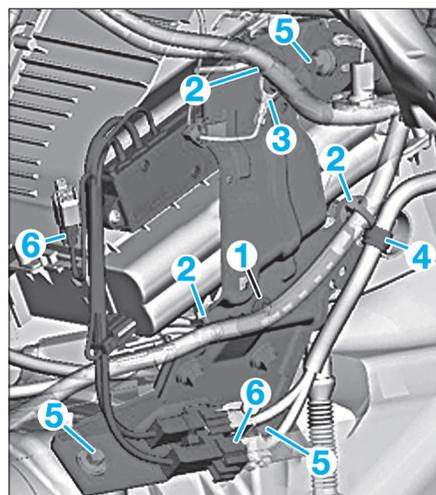
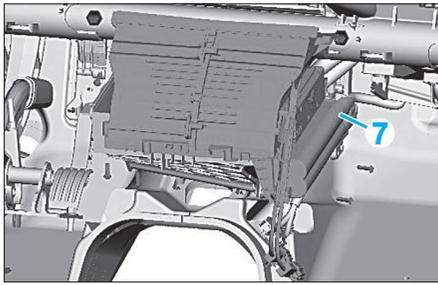

FIG. 12
FIG. 13
- la vis du boîtier d'échangeur thermique (1) (Fig.12).
- les clips de faisceau de planche de bord (2).
- le câble de masse (3).
- le clip (4) de faisceau moteur sur le boîtier de chauffage.
- les 3 vis (5) du renfort de planche de bord puis celui-ci.
- Déconnecter les connecteurs de chauffage auxiliaire (6).
- le demi couvercle de guidage de tablier (7) (Fig.13).